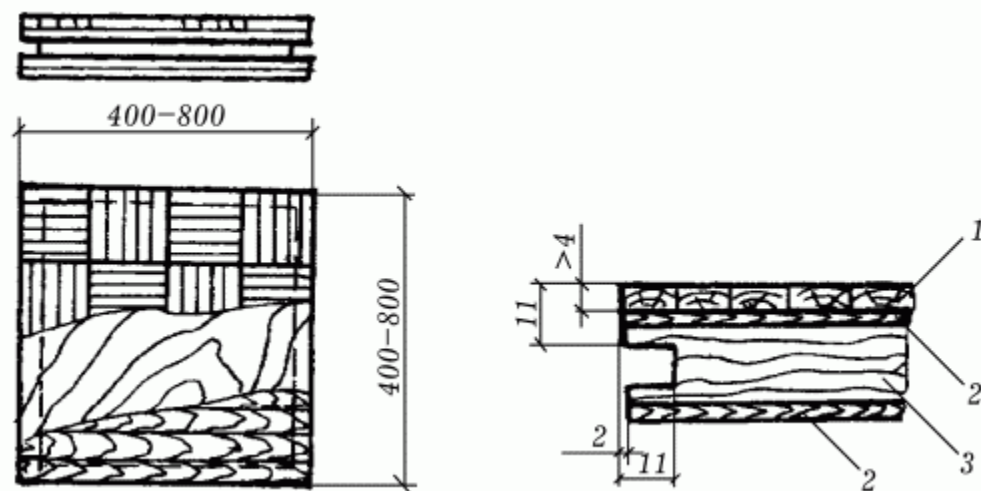

Рис. 7. Паркетные щиты ПЩ3: 1 – планка лицевого покрытия; 2 – лущеный шпон; 3 – ДВП.
3. Паркетные щиты ПЩ3, в основании которых имеются ДСП или ЦСП (цементно-стружечные плиты) марки П-3, облицованные лущеным шпоном (рис. 7).